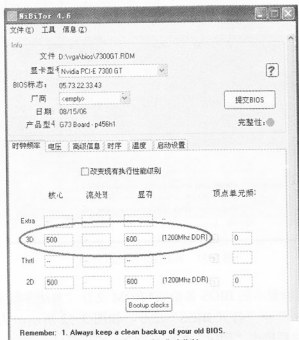

图 3-53 调整频率的界面
(2) 打开文件后，将看到频率设置项，调整 3D 频率数值，只需降低核心和显存数值 30 即可，如图 3-53 所示。